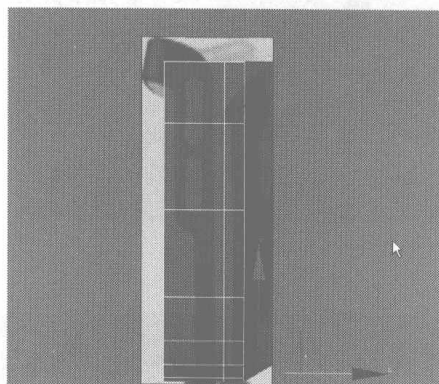

图 4.21
- 14** 框选如图 4.21 所示的边线，用 Connect 命令添加一条细分线，将 Box 细分，然后再结合各视图细致地调整 Box。